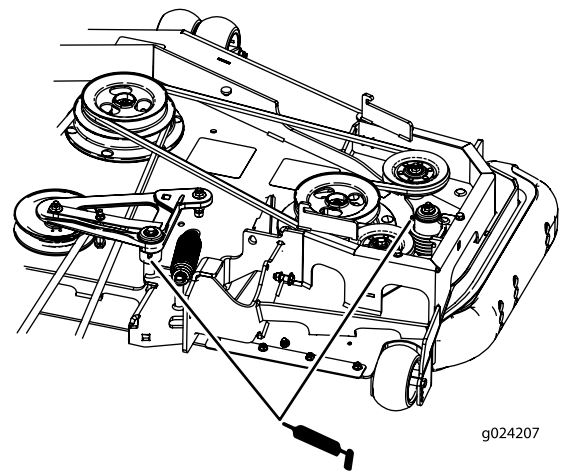

Figure 51
5. Graissez le bras de la poulie de tension de la courroie du tablier de coupe (modèles à éjection arrière seulement), comme montré à la Figure 51.